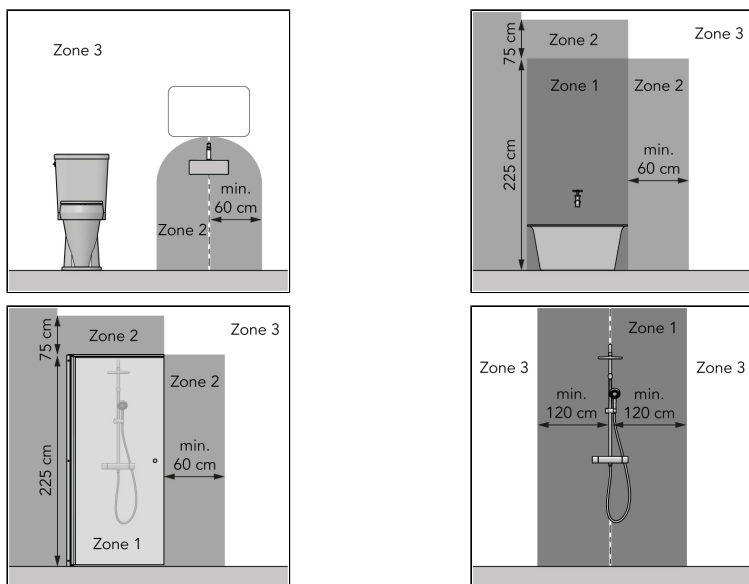

Figure 121.
- în zona a 3-a a unui grup sanitar sau a unei băi cu cadă, duș cu paravan și duș fără paravan, consultați Figure 121;